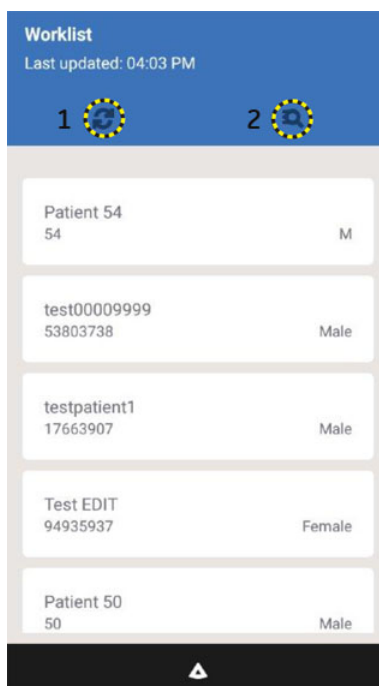

Abbildung 5-33. Aktualisieren der Arbeitsliste
3. Drücken Sie auf das Symbol **Suchen**, um nach einem bestimmten Patienten zu suchen. Siehe Abbildung 5-33 auf Seite 5-39.